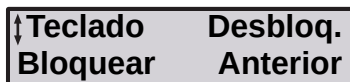

Figura 16: Menu Teclado
1. Prima duas vezes a tecla de navegação superior para obter o parâmetro *Teclado*, figura 16.